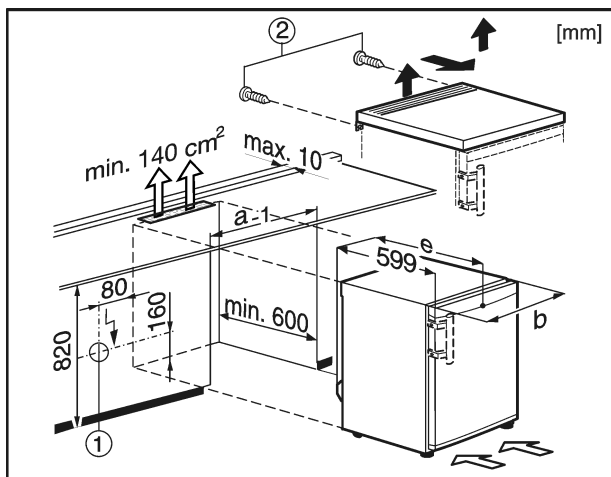

Fig. 9
Zásuvka Fig. 9 (1) musí být na dostupném místě mimo oblast zadní stěny přístroje.
- ▶ Vyšroubujte šrouby Fig. 9 (2) na zadní straně.